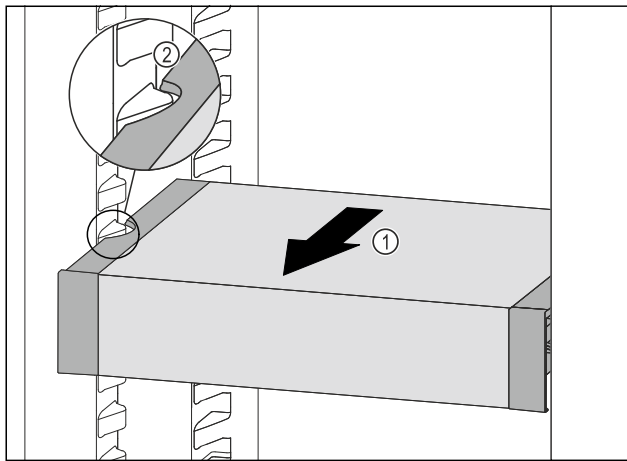

Fig. 113
- Tirare VarioSafe in avanti Fig. 113 (1) fino a quando le cavità laterali di VarioSafe non si trovano al livello della nervatura del contenitore nel vano frigorifero. Fig. 113 (2)